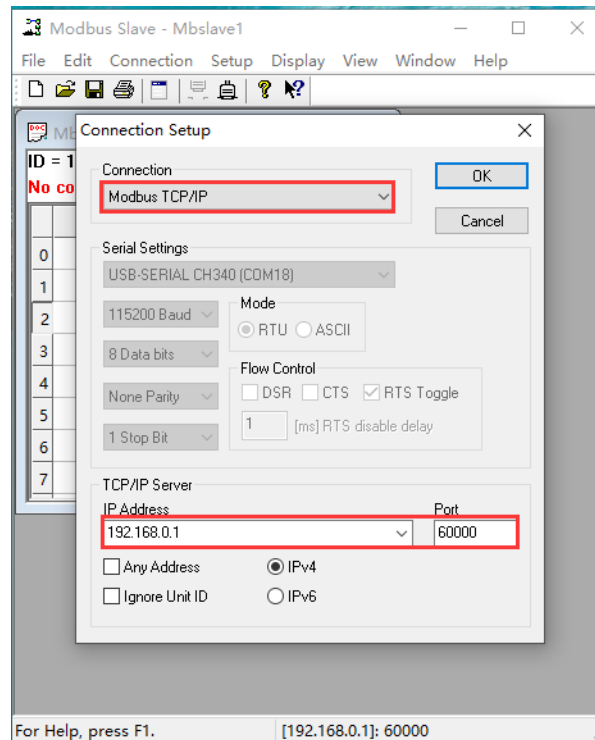

Abbildung 6-33 Slave-Software MODBUS\_TCP-Parametereinstellungen
(6) Wählen Sie den TCP/IP-Modus mit denselben IP-Adresse- und Porteneinstellungen wie auf der PC-Seite, wie in Abbildung 6-33 gezeigt.